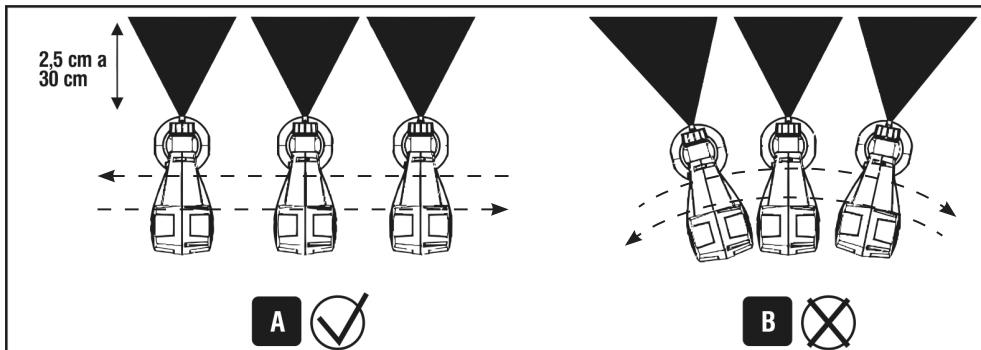

Fig. 6 - Distância ideal para uma boa pintura
- Ajuste o jato de tinta de acordo com o item 7.5 deste manual;
- Ajuste o volume de material de acordo com o item 7.6 deste manual;
- Pulverize a superfície a uma distância de 2,5 cm a 30 cm do objeto a ser pintado de acordo com a Fig. 6;
- Movimente a pistola de pintura para cima e para baixo, sempre mantendo-a perpendicular à superfície que está sendo pintada, conforme mostra a Fig. 6 (Fig. 6A: correto e Fig. 6B: incorreto).